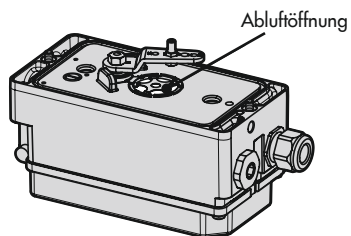

Bild 5-1: Abluftöffnung
- Abluftöffnung (vgl. Bild 5-1) bauseits nicht verschließen oder drosseln.